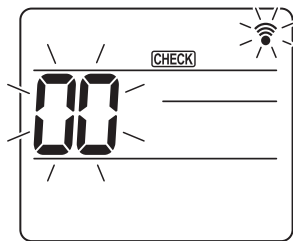
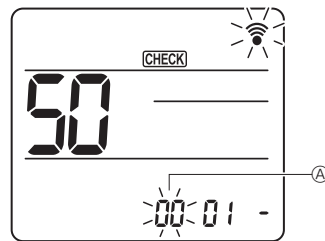
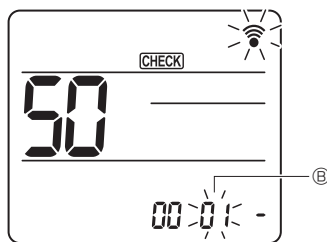
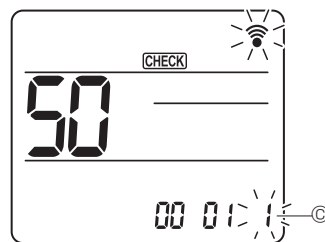

Fig. 7-16
Fig. 7-17
Fig. 7-18
Fig. 7-19
7.4.2. Mediante el mando a distancia inalámbrico (Fig. 7-16, Fig. 7-17, Fig. 7-18, Fig. 7-19)
- ① Vaya al modo de selección de función
- (Inicie esta operación con la pantalla de estado del mando a distancia apagada). [CHECK] (COMPROBAR) se ilumina y "00" parpadea. (Fig. 7-16)
- ② Configuración del número de unidad
- Pulse el botón [01] para seleccionar el número de unidad ①. (Fig. 7-17)
- ③ Seleccione un modo
- Pulse el botón [50] para seleccionar el número de modo ②. (Fig. 7-18)
- ④ Seleccionar el número de ajuste
- Utilice el botón [01] para cambiar el número de ajuste ③. (Fig. 7-19)
- ⑤ Para seleccionar múltiples funciones continuamente
- Repita la selección de ③ y ④ para cambiar de manera continua los ajustes de varias funciones.
- ⑥ Para seleccionar la función completa